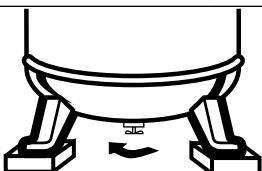

Figure 6 - Ouverture du Robinet de Purge
- Ouvrir le robinet de purge et faire fonctionner le compresseur pour 60 minutes (Voir la Figure 6).
| Purger le réservoir (Voir la Figure 6) | ● | | | |